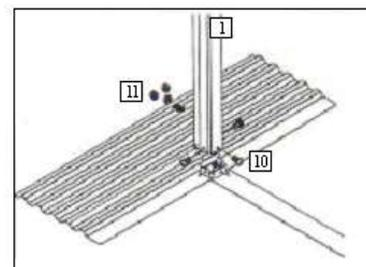

fig. 5
a. Sitúe uno de los pilares centrales (1) sobre la placa inferior (4), fije el pilar central (1) con los tornillos M5x15 (10) y sus correspondientes tuercas (11) a la placa, fig. 5, (ref. bolsa 557). Apriete las tuercas aleatoriamente.